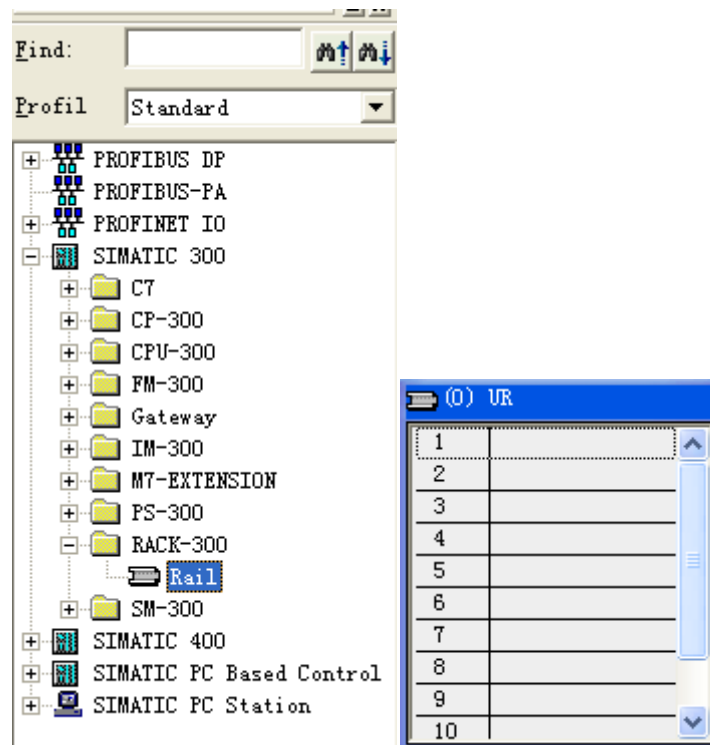

图 2.1.5 添加支架
(5) 在该界面下进行 300 的硬件设备选择和配置操作。首先在右侧设备栏中选择一个 S7-300 的支架，双击打开，打开后在左侧回出现一个支架图形，如图 2.1.5 所示。